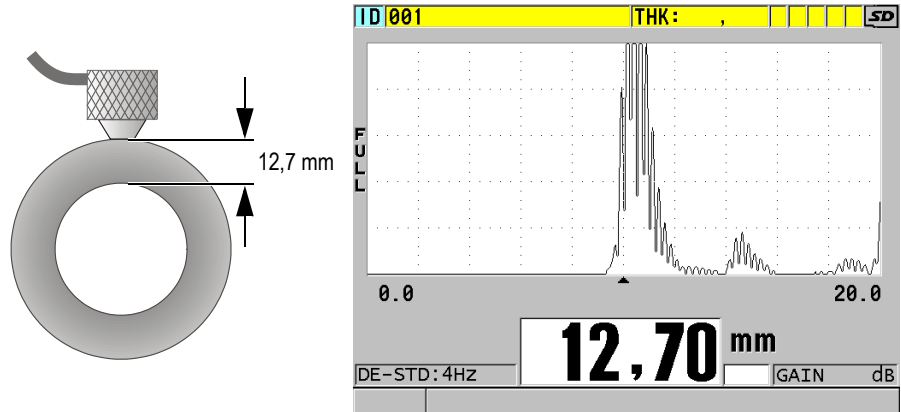

Figure 5-9 Positionnement de la sonde à émission-réception séparées et lecture de l'épaisseur mesurée
- Placez l'extrémité de la sonde sur la surface du matériau, appliquez une pression de modérée à ferme et maintenez-la aussi à plat que possible sur la surface (voir la Figure 5-9 à la page 89).